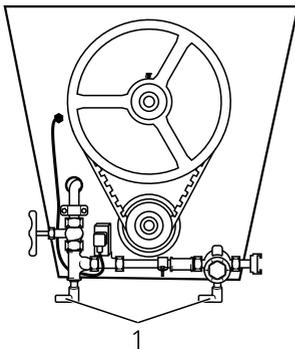

Bild 8:
- Die Ablassventile der Wasserarmatur (Bild 8,1) öffnen